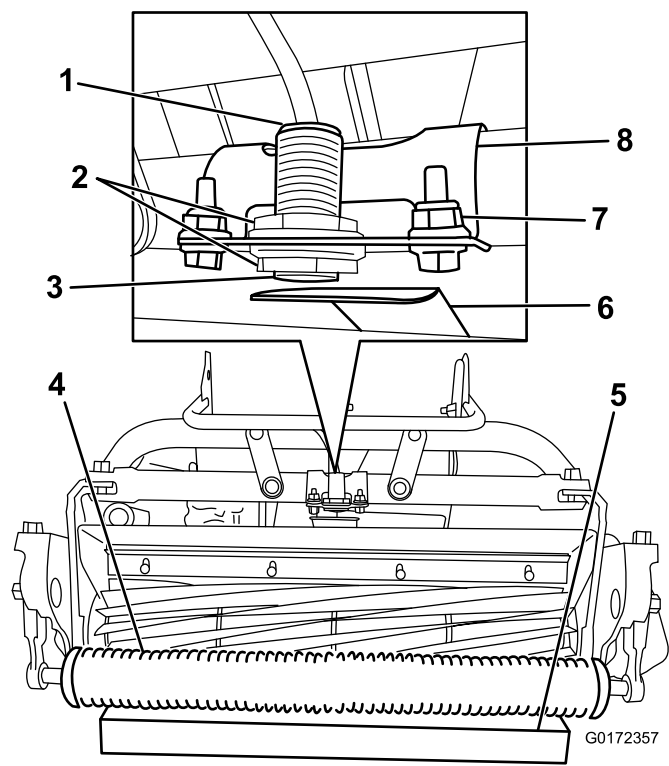

図 18
2. センサーについているジャムナットをゆるめて、ジャムナットの先端からねじ山が1山だけ見えるように調整する 図 18。
4. カッティングユニットの前ローラの下に 3.8cm の角材を置く 図 18。
5. センサーのブラケットをフレームに固定している締結具をゆるめる 図 18。
8. センサー上部にあるランプが点灯するように、センサーのブラケットをターゲットプレートに向ける 図 18。すでにランプが点灯している場合には、ランプが消えるまでブラケットを回し、それから元に戻してもう一度点灯させる。